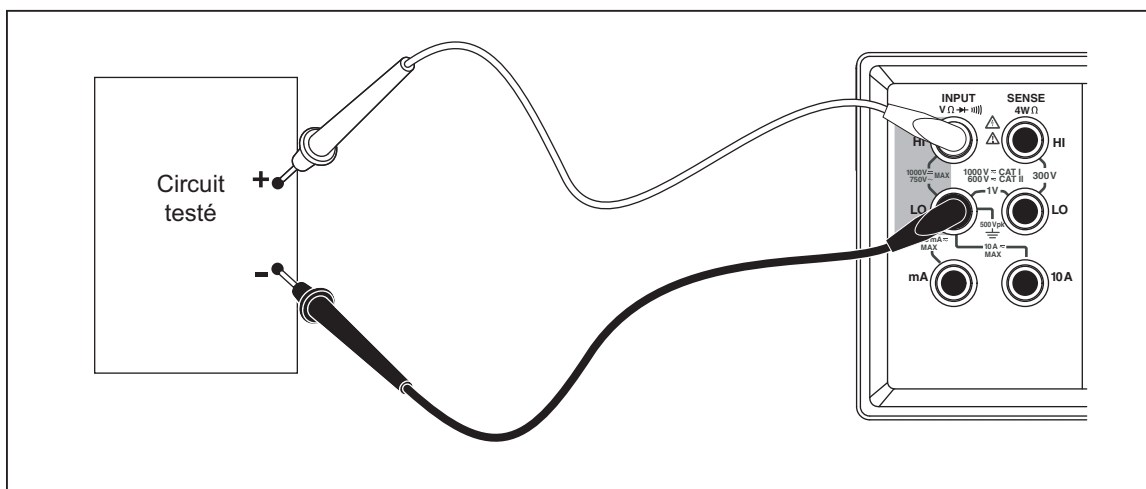

Figure 3-4. Mesure de la tension et de la fréquence
1. Branchez les cordons de mesure entre le multimètre et le circuit à mesurer tel qu'indiqué à la figure 3-4.